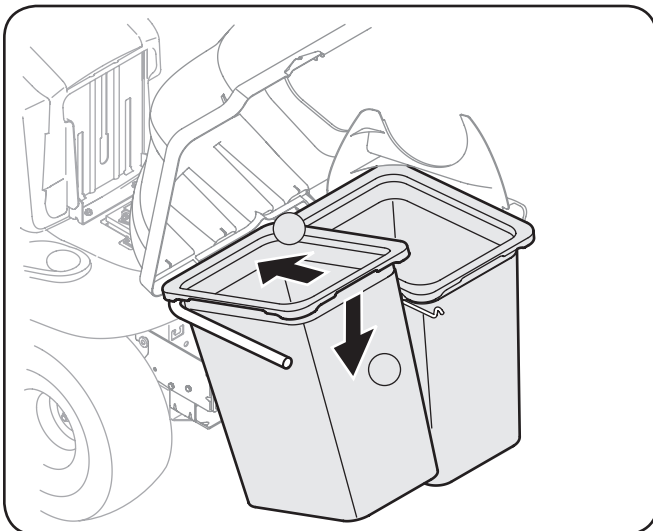

Figure 4-19
- Installez les deux assemblages de sacs avec les côtés du grillage serrés faisant face vers l'avant, sur les supports de fixation des sacs en insérant d'abord le bord avant, comme illustré à la figure 4-19 et en déposant le bord arrière jusqu'à ce qu'il s'insère dans l'assemblage.